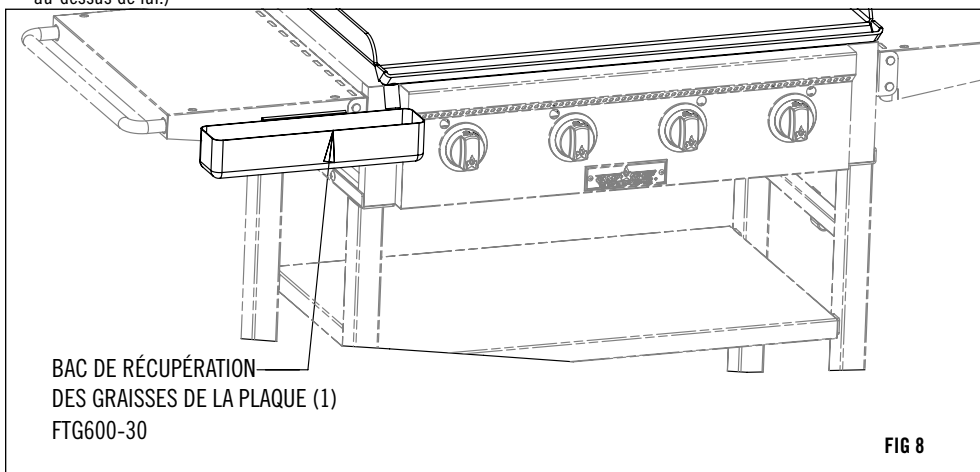

FIG 8
17. Monter le support du bac de récupération des graisses de la plaque comme indiqué à la Figure 8. (Remarque : veiller à ce que